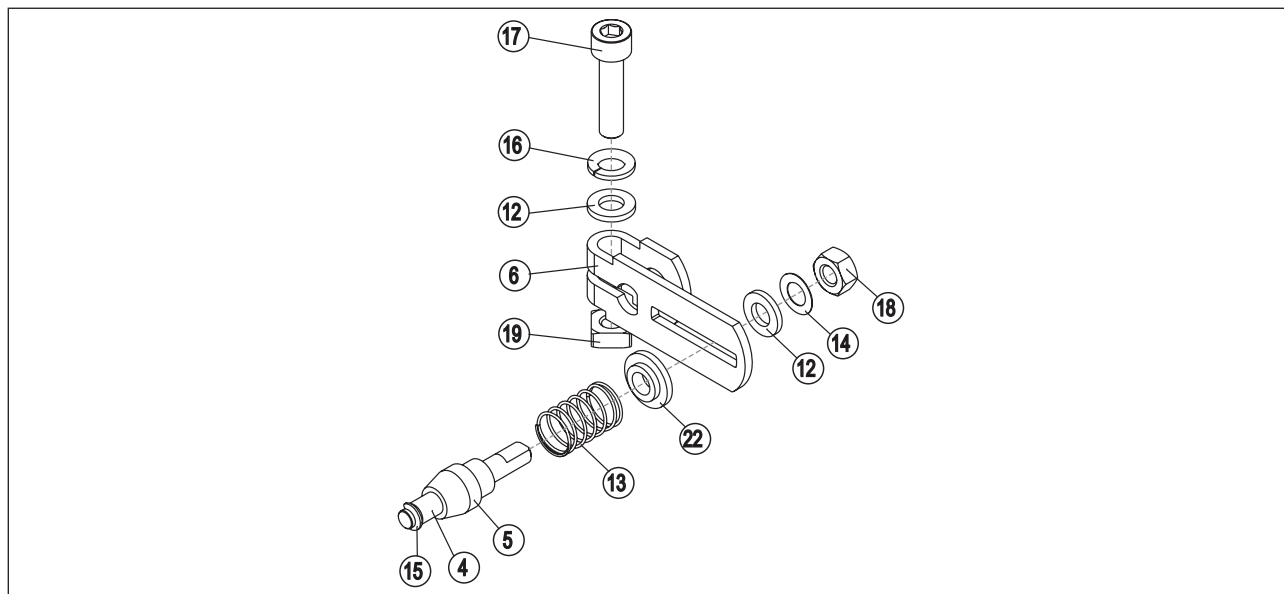

Figure 22 : Montage du levier
- Assembler le levier (s'il n'est pas déjà monté) (voir « Figure 22 »).